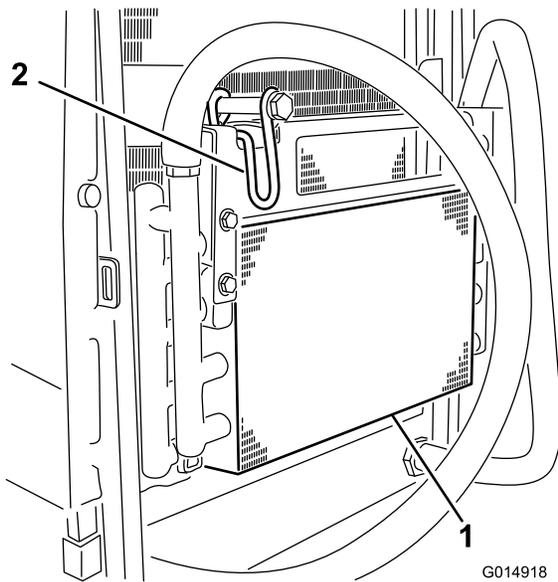

Figura 43
6. Articule o trinco para dentro para libertar o arrefecedor do óleo (Figura 43).